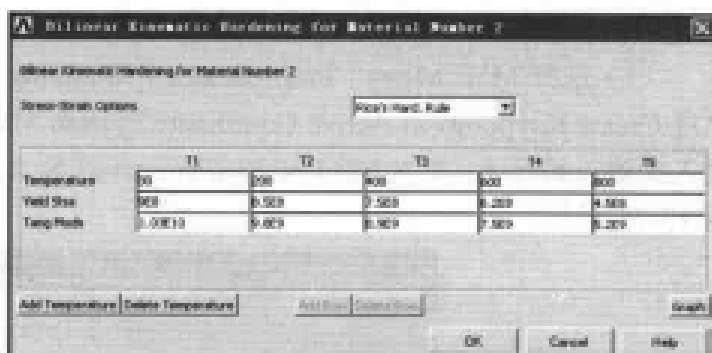

图 13-75 输入钢的屈服强度和切变模量对话框
(14) 在 Material Models Available 列表框中依次双击 Structural、Nonlinear、Inelastic、Rate Independent、Kinematic Hardening Plasticity、Mises Plasticity、Bilinear 选项, 出现 Bilinear Kinematic Hardening for Material Number 2 对话框, 单击 Add Temperature 按钮 4 次, 参照图 13-75 对其进行设置, 单击 OK 按钮关闭该对话框。